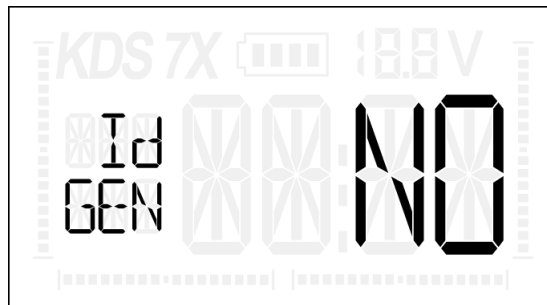

Bild 30 – ID GEN Menü
2. Drücken Sie mehrmals **MENU** um zur "ID GEN" Funktion zu gelangen. Das Display wird nun wie in Bild 30 aussehen.